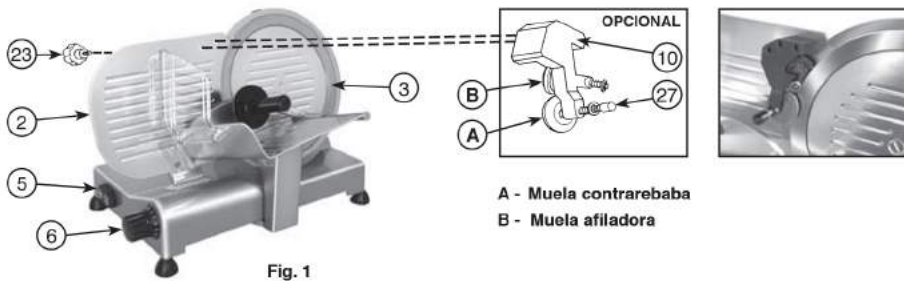

Fig. 1
- Posicionar el tabique móvil (2) a la máxima distancia de la cuchilla (3) rotando la empuñadura graduada (6).
- Aplicar el grupo afilador (10) sobre el tabique móvil (2) como se indica en la Figure 1, bloqueándolo sobre el mismo mediante el botón (23).
- Accionar el interruptor de marcha motor (5) en modo que se active el afilado automático; si fuese necesario girar la empuñadura graduada (6) hasta que la muela afiladora gire junto con la cuchilla.
- Dejar afilar la cuchilla automáticamente por aprox. un minuto, luego proceder pulsando el botón de presión de la muela contrarebaba (27) por cerca dos-tres segundos; al mismo tiempo que se suelta el botón, apagar el motor.
- Una vez efectuada la afiladura, sacar el afilador (10) del tabique móvil (2) y introducir el mismo en la sede de origen.